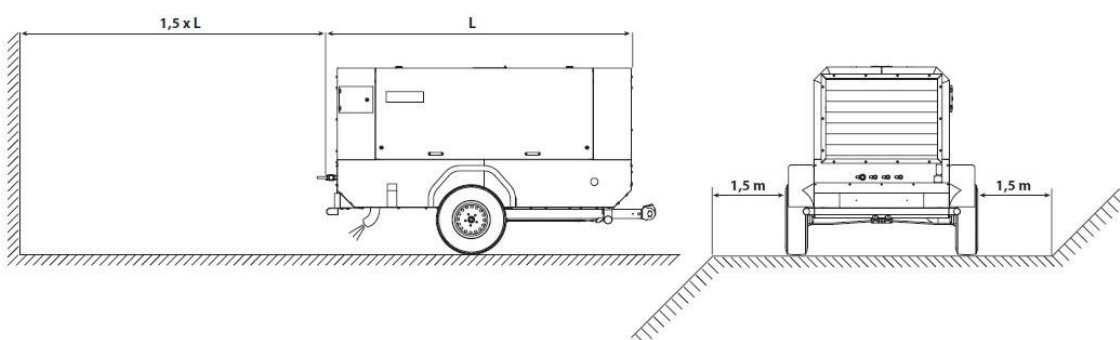

Рис. 3.2.2
При парковке компрессора зафиксируйте опорную ногу в вертикальном положении. Располагайте компрессор в максимально ровном положении, как показано на рис. 3.2.2. Допускается наклон компрессора при работе на короткое время на угол не более 15 градусов. Переднюю часть компрессора расположите против ветра как показано на рисунке 3.2.1.
2. Расположите компрессор на ровном участке как показано на Рис. 3.2.2 и надёжно заблокируйте колёса с помощью противооткатных башмаков.